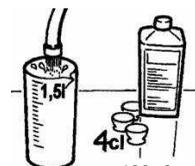

Abb. 9
- Vermischen Sie im Spültopf 1,5 Liter warmes Trinkwasser (max 50°C) mit 40ml SANO-DESINFEKT-Plus. (Abb. 9)